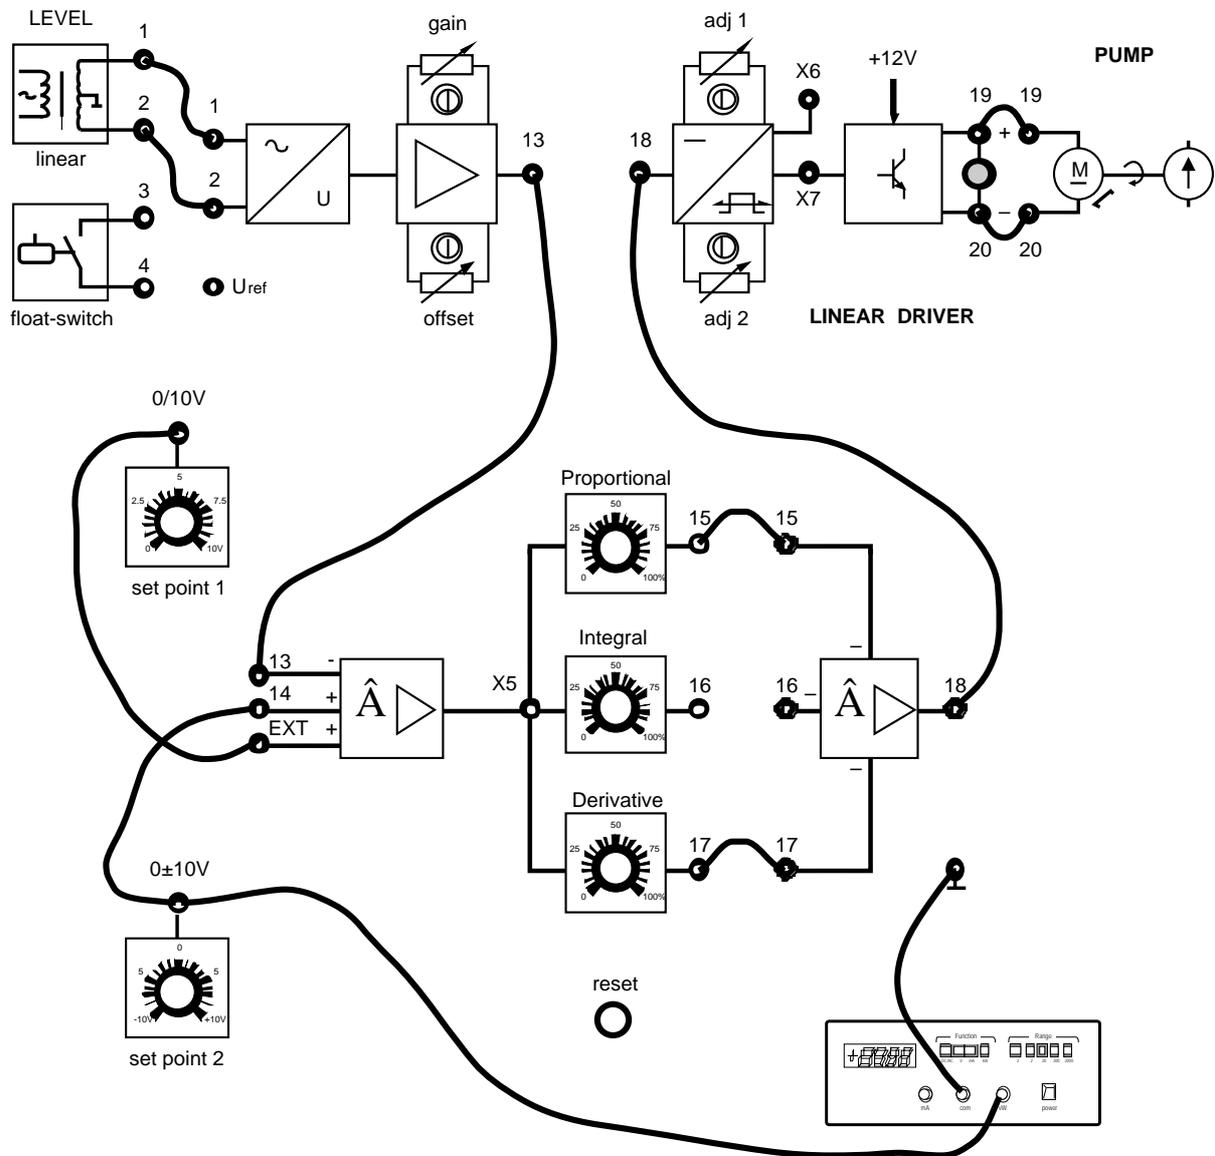

Fig. 11.1
Asegurado de que se conozcan los prerequisites, entrega a los alumnos la Ficha 11.1 que representa el cableado del control (fig. 11.1) y prepara el panel de simulación del proceso de la siguiente manera:
- 1) Conectar, mediante cables, el casquillo 19 del LINEAR DRIVER al casquillo 19 y el 20 al casquillo 20 (ficha 11.1 fig. 11.1).
- 2) Conectar el casquillo del SET POINT 1 al casquillo 18 del LINEAR DRIVER (ficha 11.1 fig. 11.1).
- 4) Apretar el interruptor general (ON).
- 9) Conectar el casquillo 1 del Sensor de Nivel al casquillo 1 de la 12) respectiva interface y el casquillo 2 al 2 (ficha 11.1 fig. 11.1).
- 10) Conectar el casquillo del SET POINT 2 al casquillo 14 del regulador PID y el casquillo 13 de la interface de nivel al casquillo 13 del regulador PID (ficha 11.1 fig. 11.1).